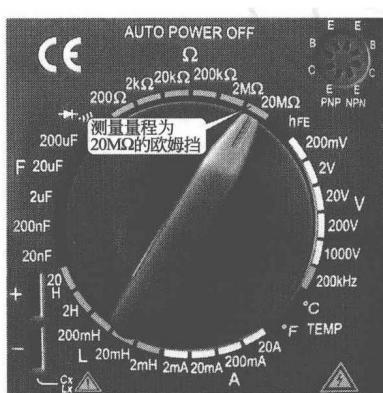

图 1-16 挡位选择开关及各种挡位
③ 挡位选择开关 在测量不同的量时，挡位选择开关要置于相应的挡位。挡位选择开关如图 1-16 所示，挡位有直流电压挡、交流电压挡、交流电流挡、直流电流挡、温度测量挡、容量测量挡、二极管测量挡和欧姆挡及三极管测量挡。